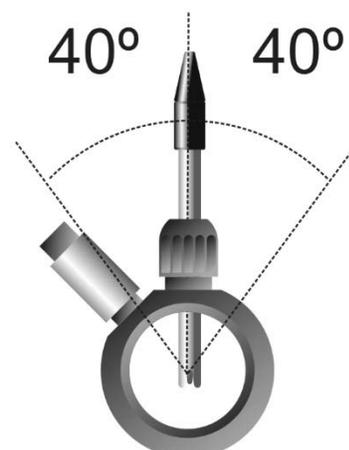

Abb. 3a
4. **Die pH-/ORP-Sensoren immer vorzugsweise in einer senkrechten Position oder mit einer Neigung von maximal 40° installieren (Abb. 3a).**